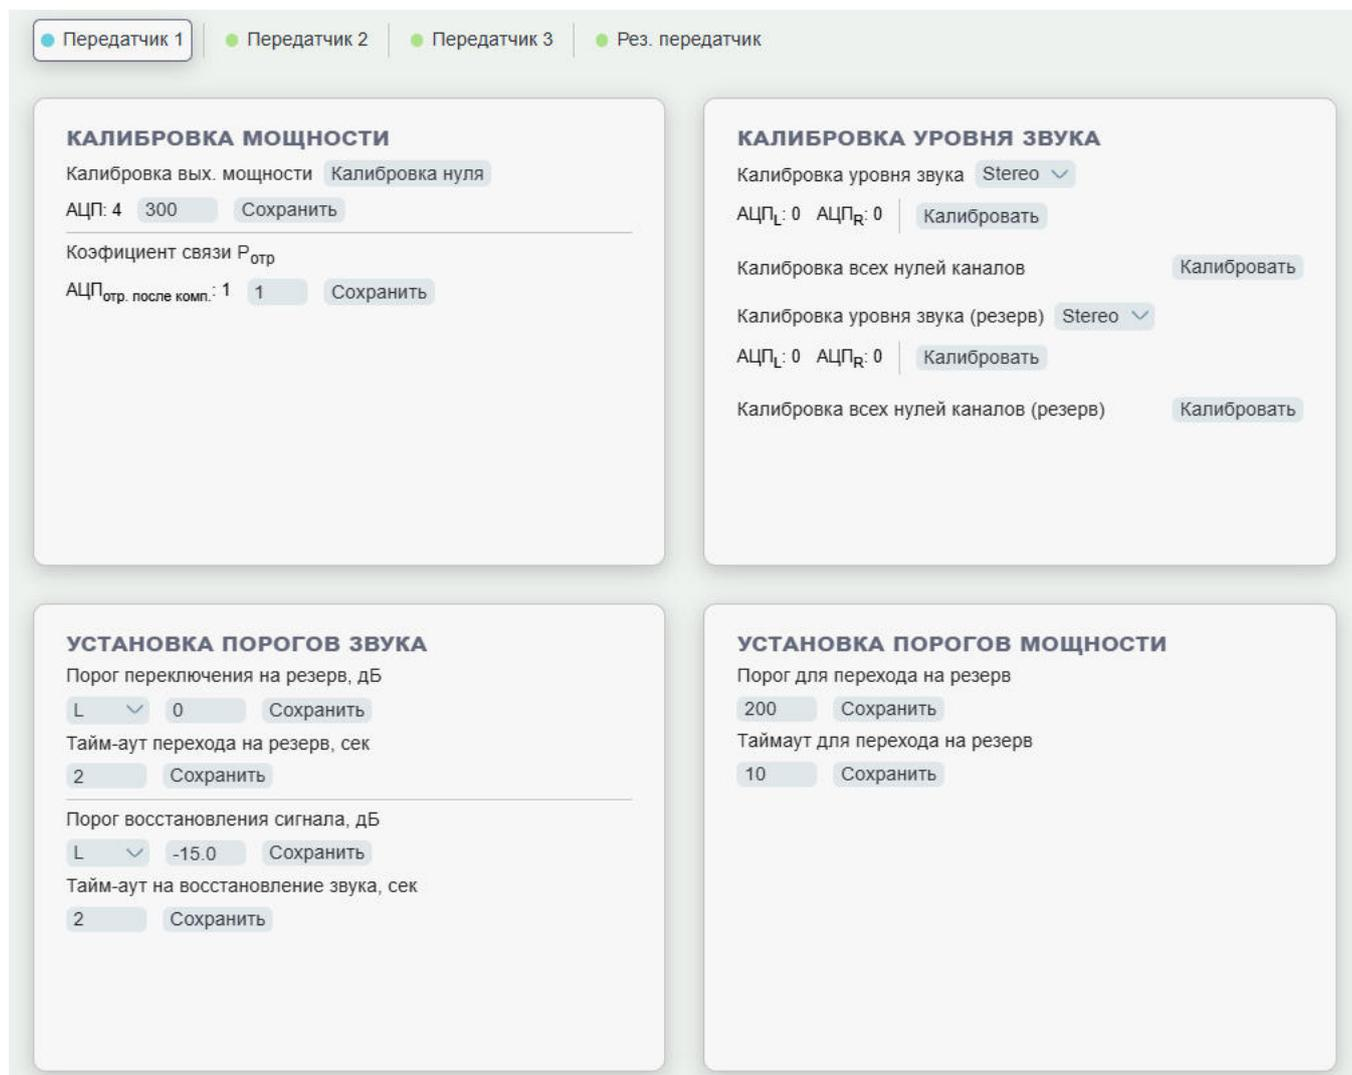
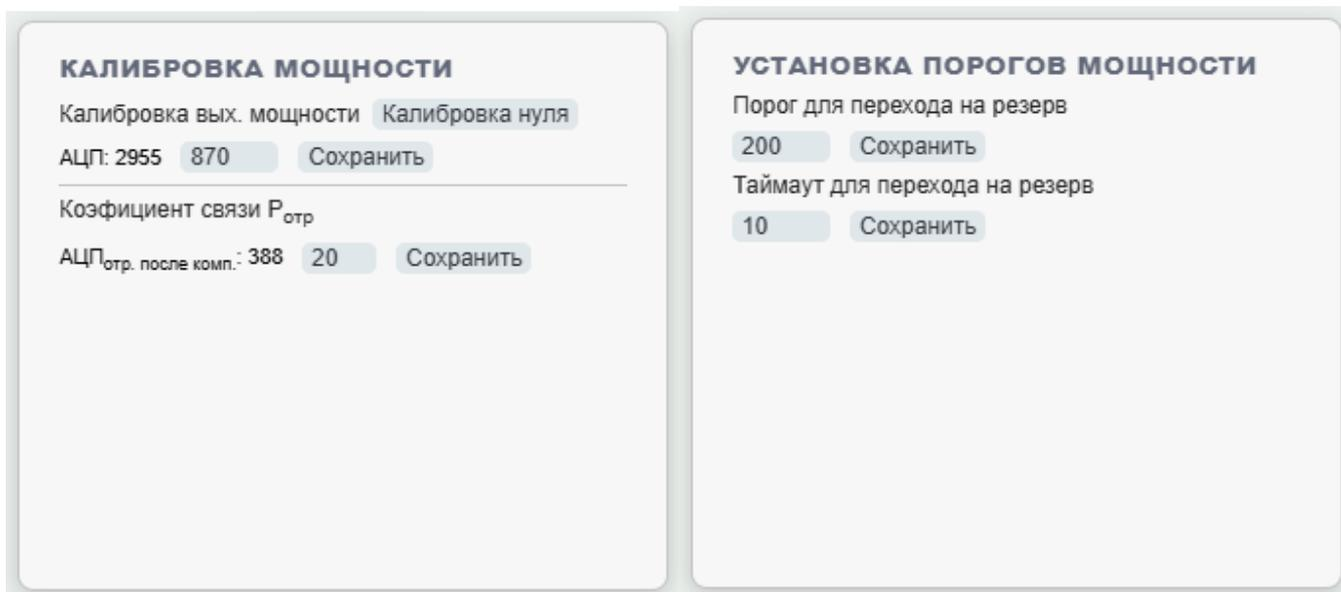
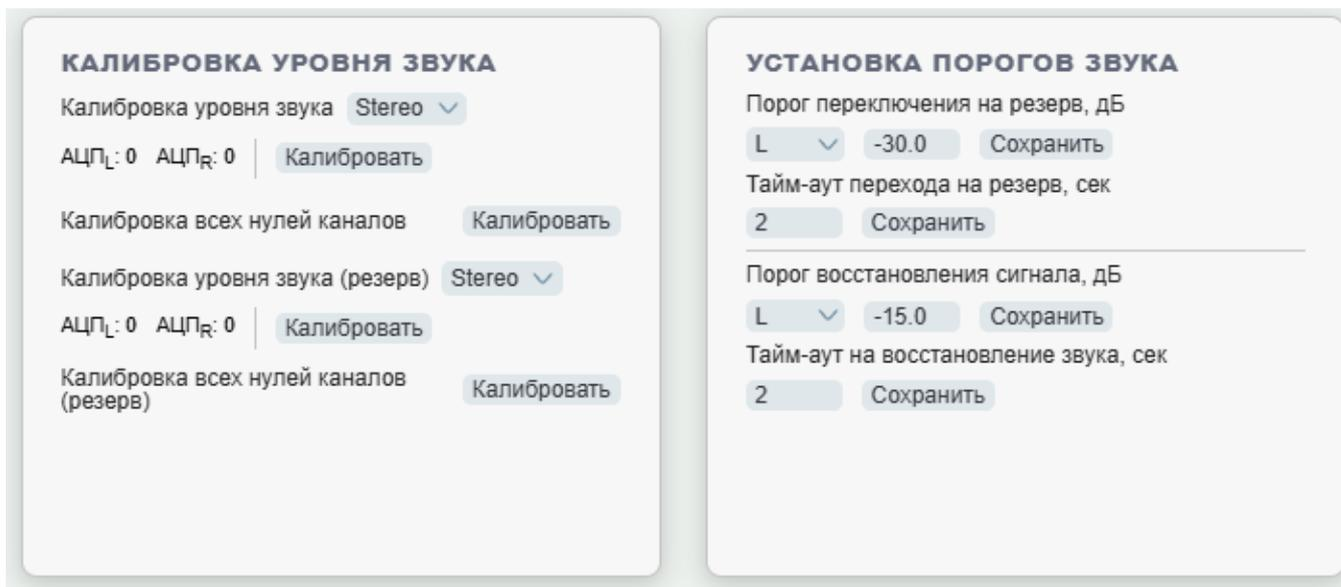

Рисунок 14. Настройка параметров передатчиков СУРП
Рисунок 15. Область настройки (калибровки) мощности
Рисунок 16. Область настройки (калибровки) звука
10. После настройки параметров, с которыми будет включаться резервный передатчик, перейти во вкладку «Расширенные настройки» – «Управление каналами» (Рисунок 14).
11. Настройка (калибровка) мощности (Рисунок 14 и Рисунок 15).
11.5 В области «Калибровка мощности» ввести установленную номинальную мощность с индикатора передатчик (например, 300 Вт, Рисунок 14).
11.9 Установить в области «Установка порогов мощности» значение мощности, при котором будет переключение на резервный передатчик (например, 500 Вт) (Рисунок 15). После
12. Настройка (калибровка) уровня звука (Рисунок 14 и Рисунок 16).